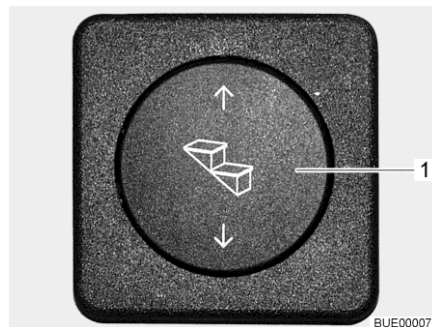

Fig. 1 Interruttore di comando scalino di ingresso
- Estrazione:** ■ Premere in basso l'interruttore a bilico (Fig. 1,1) fino a che lo scalino di ingresso è stato completamente estratto.
- Inserimento:** ■ Premere in alto l'interruttore a bilico (Fig. 1,1) fino a che lo scalino di ingresso è completamente inserito.